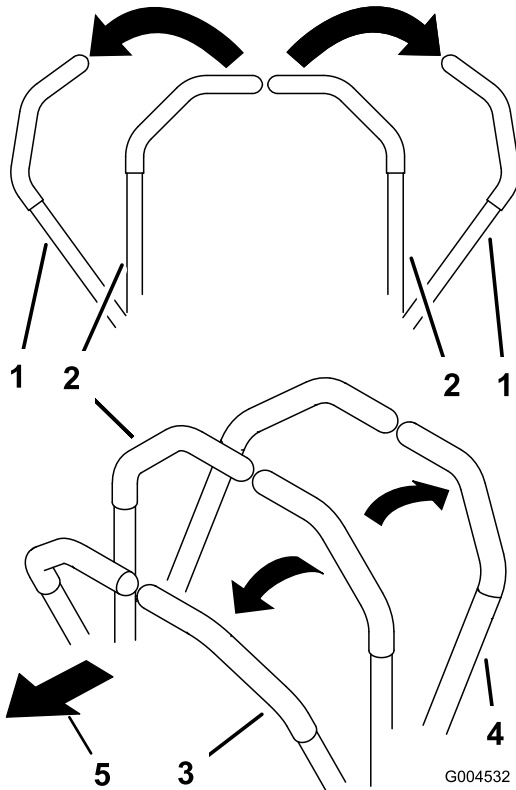
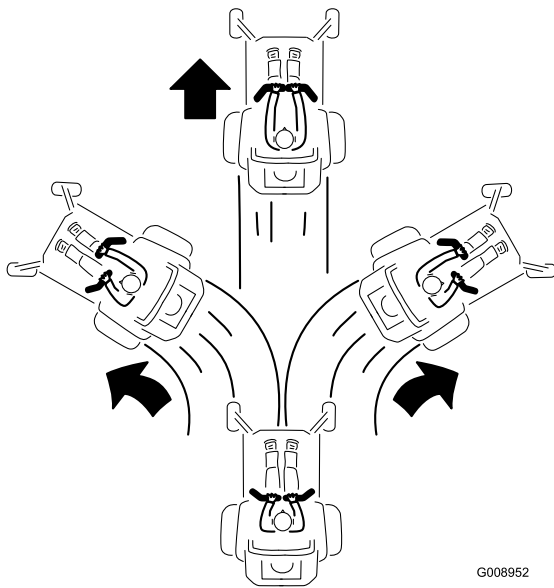

Figure 16
Figure 18
2. Pour vous déplacer en marche avant, poussez doucement les leviers de commande de déplacement vers l'avant (Figure 16 et Figure 18).
Pour vous déplacer en ligne droite, appliquez une pression égale sur les deux leviers de déplacement (Figure 16 et Figure 18).
Pour tourner, relâchez le levier de commande correspondant à la direction que vous voulez prendre (Figure 16 et Figure 18).